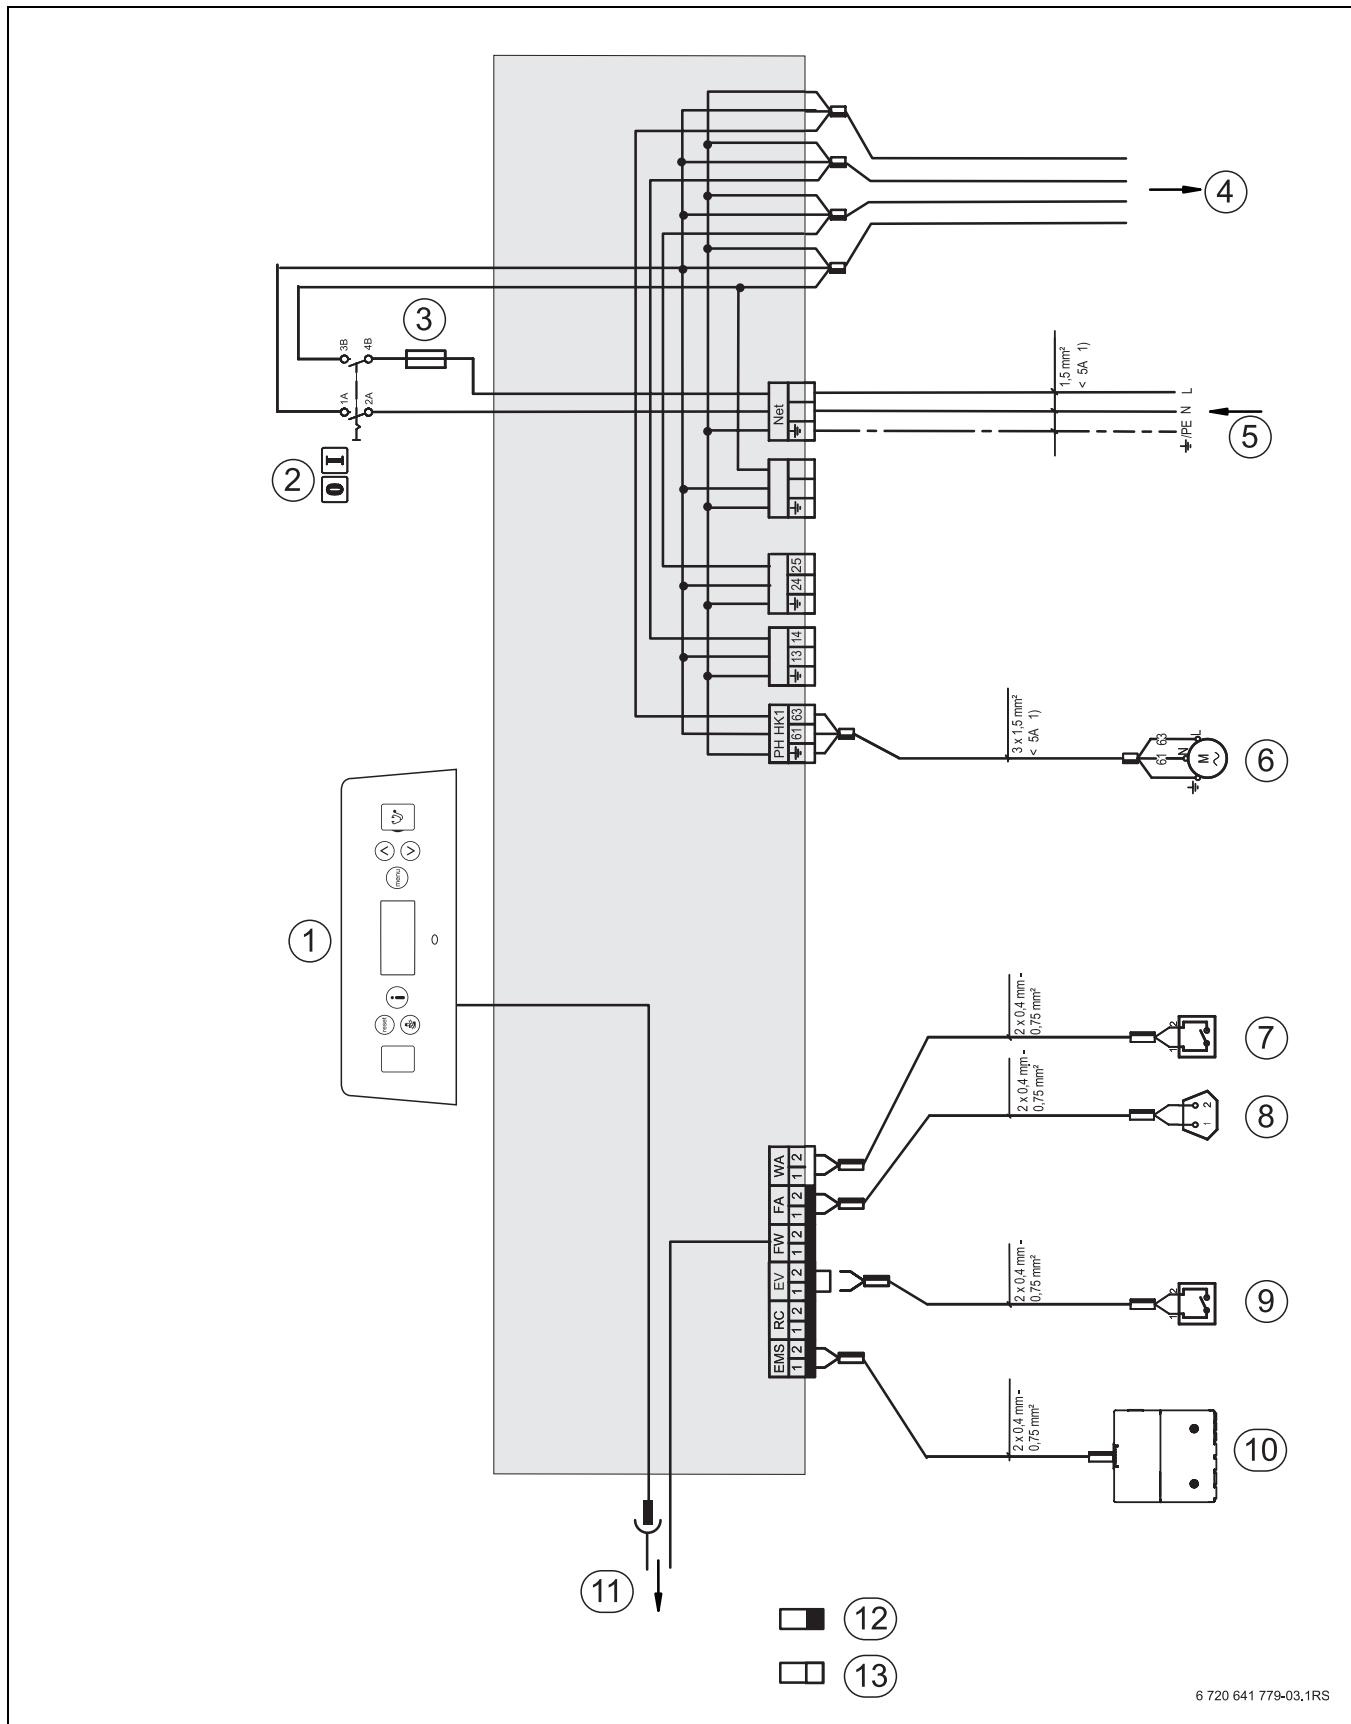

Fig. 4 Schéma de connexion carte de circuits imprimés principale
**Légende fig. 4:**
- 7** Demande de chaleur (WA) (externe)
- 8** Sonde de température extérieure (FA)
- 9** Verrouillage externe (EV)